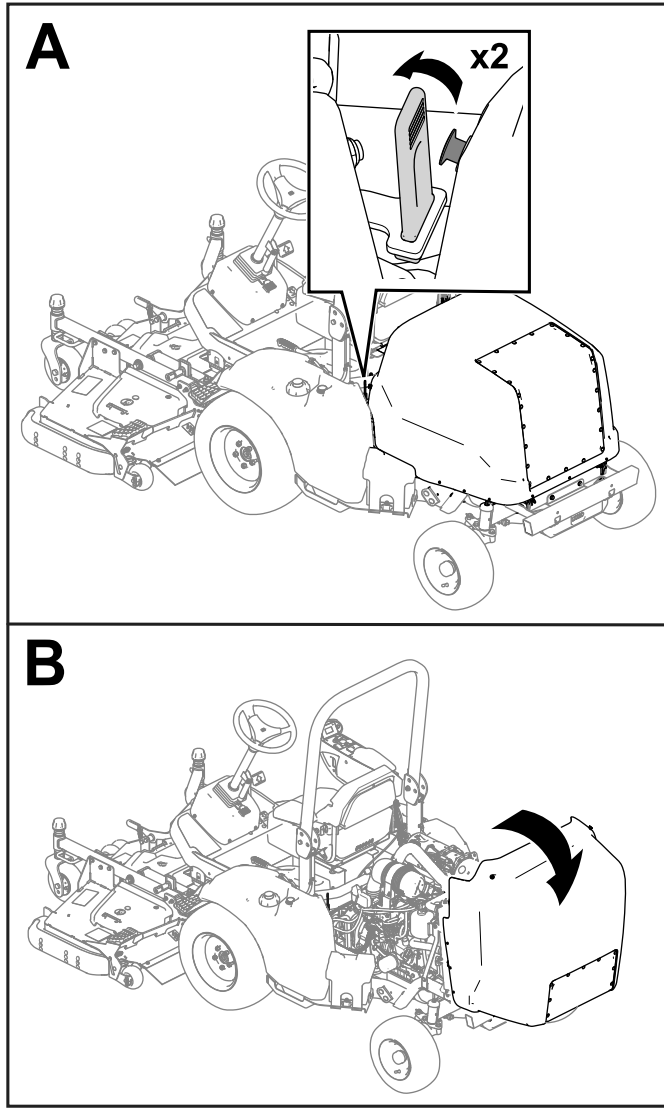

Figura 46
1. Rilasciate le cinghie su ciascun lato della macchina (Figura 46).
2. Sollevare il cofano (Figura 46).